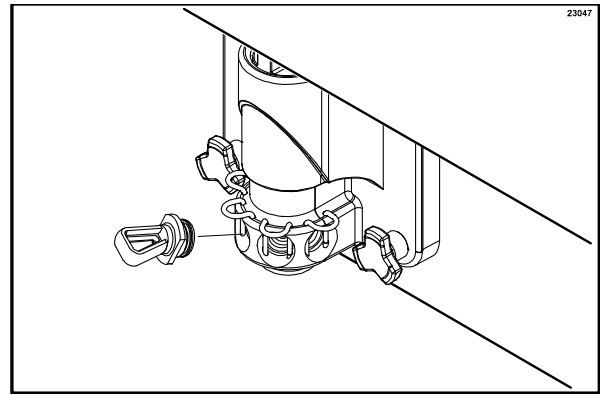

Abbildung 156
2. Die Sirupanschlusstopsfen in die Sirupanschlussöffnungen im Frontverschluss einsetzen. (Siehe Abbildung 156.)